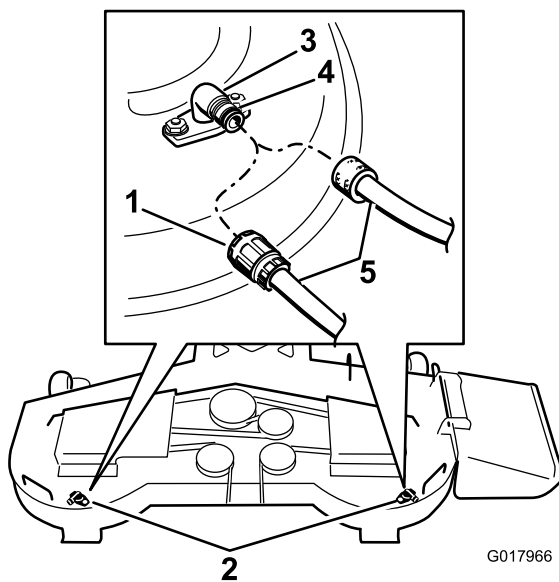

Figura 78
3. Coloque união da mangueira na extremidade de limpeza do cortador e ligue a água em elevado (Figura 78).